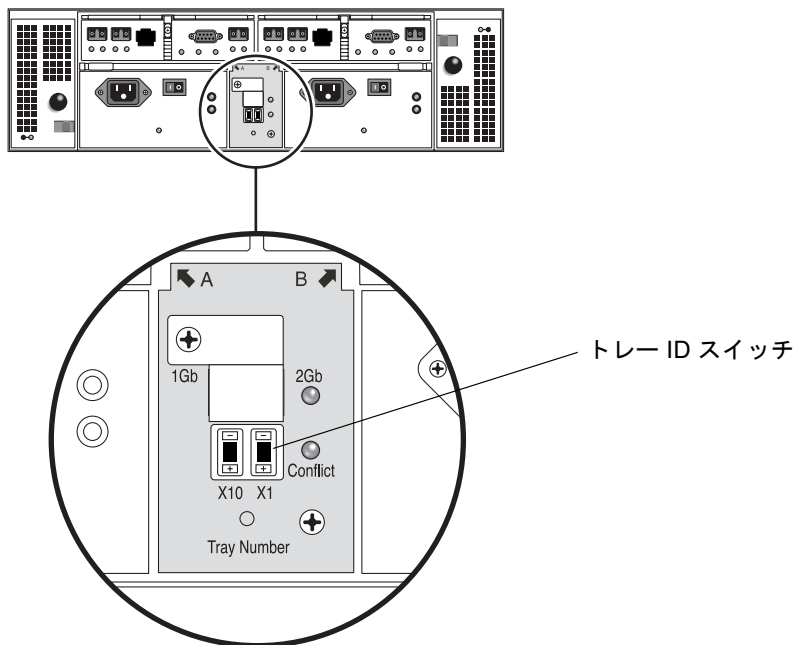

図 2-28 トレー ID スイッチ
1. トレー ID スイッチは、コントローラ格納装置の背面の 2 つの電源装置の間にあります (図 2-28)。